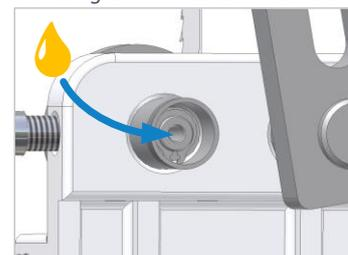

Abbildung 55: APA Rückenrolle ölen
- Verschlusskappe von Rückenrollenlagerung abschrauben (siehe ⇒ Abbildung 55).